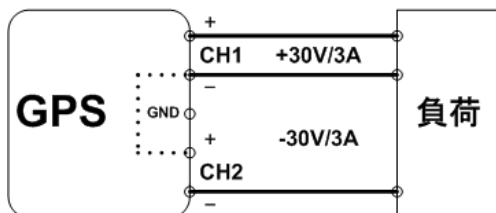

図 5-4 \pm トラッキング 配線図
6. $\pm 30\text{V}/3\text{A}$ のトラッキング電源として使用するとき、図 5-4 のように CH1 の+(正極:赤)端子と CH2 の-(負極:黒)端子を負荷に接続してください。そして、コモン(GND)端子として、CH1 の-(負極:黒)端子を負荷のコモン(GND)端子に接続してください。